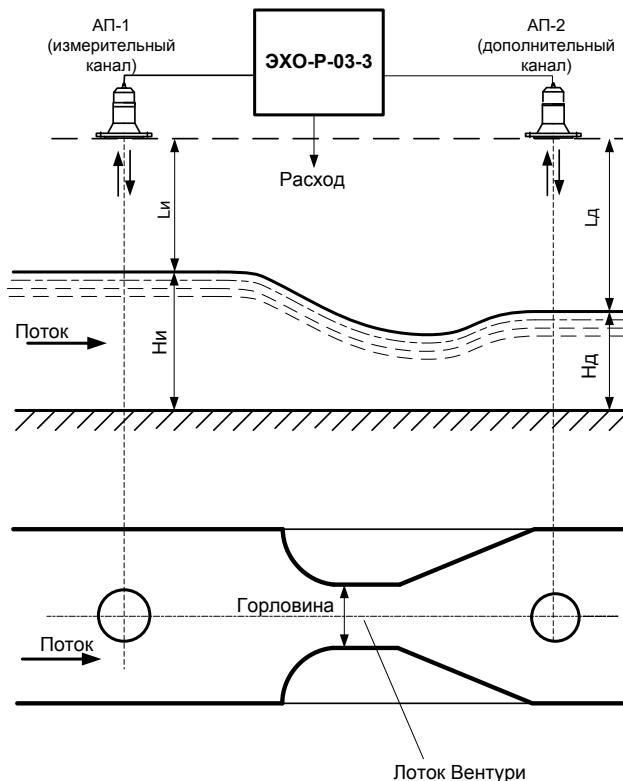
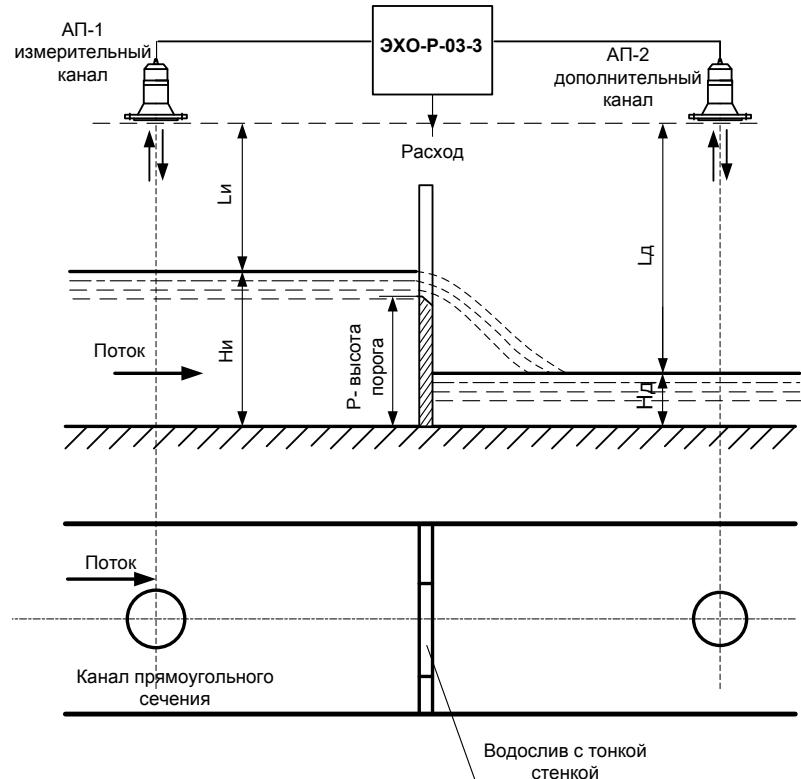

Рис.1
Рис. 2
Расходомер с интегратором акустический ЭХО-Р-03-3 (далее расходомер) предназначен для измерений объемного расхода и суммарного объема (количества) жидкости, в том числе сточных вод, в открытых каналах шириной не менее 100 мм, оборудованных измерительными лотками, при свободном и затопленном истечении потока (рис. 1, рис.2).
5.1. Принцип действия расходомера основан на акустической локации уровня жидкости, протекающей в водоводе, перед лотком или водосливом, пересчете его в мгновенное значение расхода по заданной зависимости расход/уровень для данного водовода с учетом поправочного коэффициента при возникновении подтопления, которое определяется отношением уровней жидкости, измеренных перед лотком (водосливом) Ни и после него Нд, с последующим интегрированием (рис. 1, рис. 2).